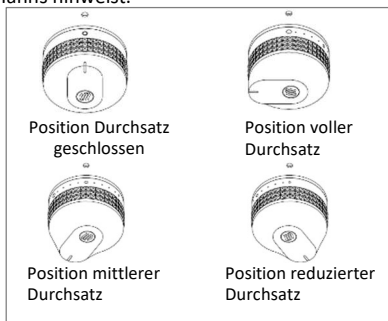

Abbildung 1: Einstellung des Bedienungshebels
6. Stellen Sie nun die Flammhöhe durch Drehen des oder der Bedienungshebel nach Belieben auf vollen Durchsatz (großer Kreis) oder geringen Durchsatz (kleiner Kreis) ein (Siehe **Abbildung 1**)